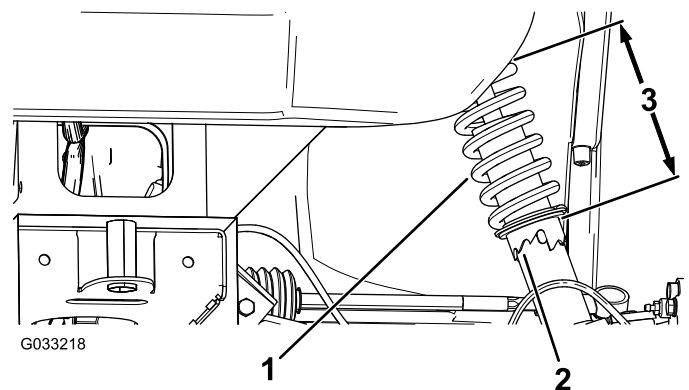

Figure 48
2. Si le carrossage des roues n'est pas correct, utilisez la clé à ergots pour tourner le collet sur l'amortisseur et orienter la roue correctement (Figure 48).